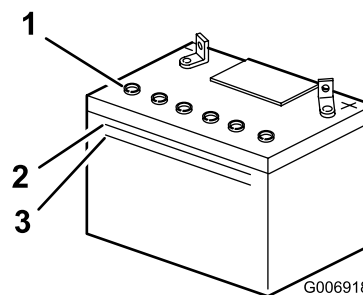

Figura 29
2. Guardate il fianco della batteria. L'elettrolito deve raggiungere la linea superiore (Figura 29).
Nota: Non lasciate scendere l'elettrolito sotto la linea inferiore (Figura 29).
3. Togliete i tappi di spurgo dalla batteria (Figura 29).
5. Attendete cinque o dieci minuti dopo avere riempito gli elementi della batteria. All'occorrenza, aggiungete dell'acqua distillata finché l'elettrolito non raggiunge la linea superiore (Figura 29) sulla cassetta della batteria.